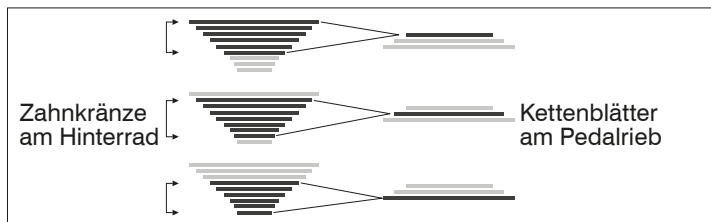

Abb.: K-1 Empfohlene Zahnradkombinationen am Beispiel einer Gangschaltung mit 3 Kettenblättern und 9 Zahnkränzen.
- Kombinieren Sie nicht das kleine Kettenblatt mit den kleinsten Zahnkränzen bzw. das große Kettenblatt mit den größten Zahnkränzen (siehe Abb.: K-1).